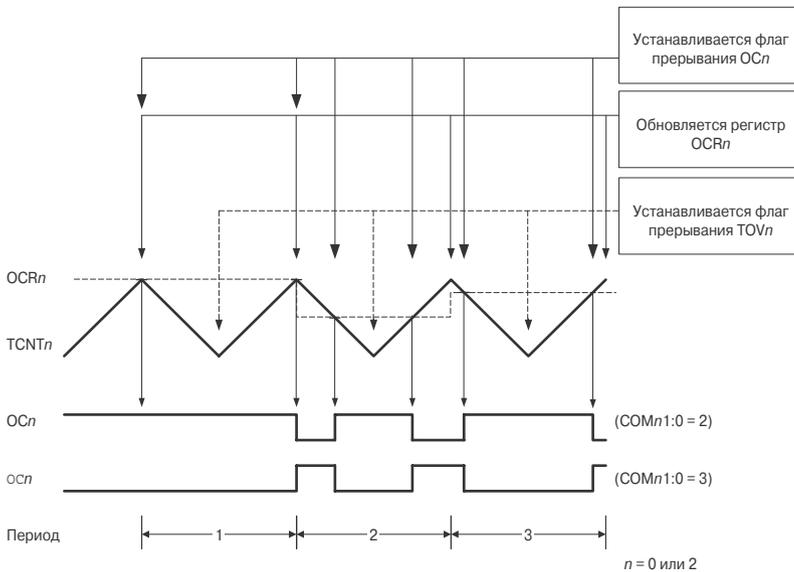

Рис. 2.73. Формирование ШИМ-сигнала в режиме Phase Correct PWM
одного периода сигнала clk_{T0} (clk_{T2}). При достижении счетчиком минимального значения (0) также происходит смена направления счета и одновременно устанавливается флаг прерывания $TOV0$ ($TOV2$) регистра $TIFR$. При равенстве содержимого счетного регистра и регистра сравнения $OCR0$ ($OCR2$) устанавливается флаг $OCF0$ ($OCF2$) регистра $TIFR$ и изменяется состояние вывода $OC0$ ($OC2$). Каким образом изменяется состояние вывода $OC0$ ($OC2$) определяется, как обычно, содержимым разрядов $COM01:COM00$ ($COM21:COM20$) регистра $TCCR0$ ($TCCR2$) (Табл. 2.85 и Рис. 2.73).